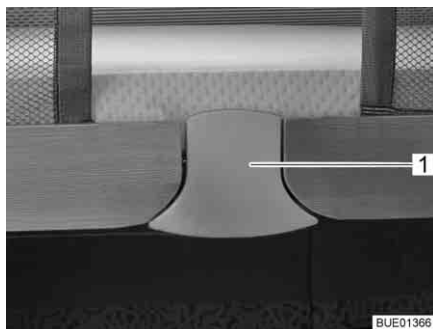
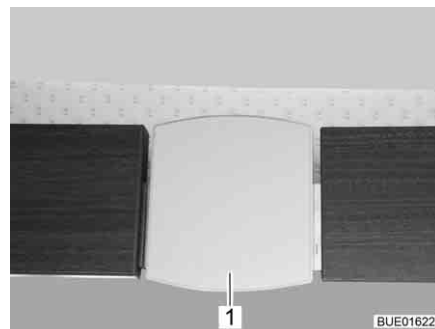

Fig. 139 Dispositif de déverrouillage (Elegance)
Fig. 140 Dispositif de déverrouillage (Viseo)
- Retirer la plaque de déverrouillage (Fig. 139,1 ou Fig. 140,1) par le bas. Le dispositif de verrouillage est alors débloqué.